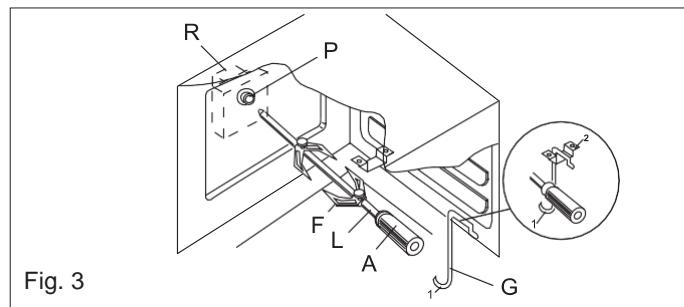

Fig. 3
- Infilare il pollo o la parte da arrostire nello spiedo **L** avendo cura d'immobilizzarlo tra le due forchette **F** e di equilibrarlo, in modo da evitare sforzi inutili al motoriduttore **R** (fig. 3).
- Mettere lo spiedo sul supporto **G**, dopo aver introdotto la sua estremità opposta nel foro **P** del motorino **R** (fig. 3).
- Per togliere lo spiedo, operare in modo contrario utilizzando la manopola **A** ed un guanto di protezione in lana isolante (fig. 3).